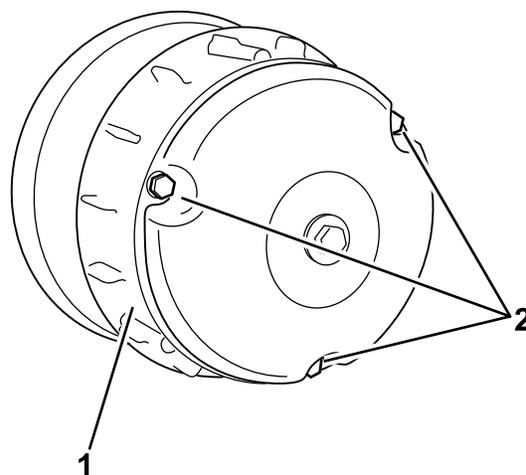

Figura 40
- Togliete i tre bulloni che fissano il carter della frizione e togliete il carter (Figura 40).